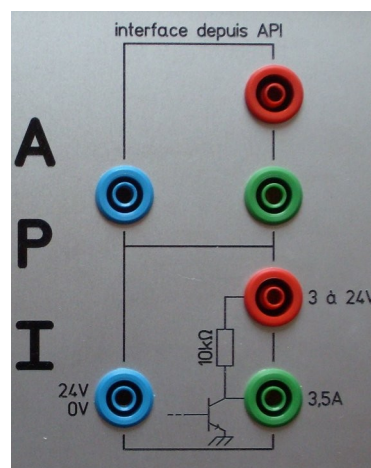

Figure 5 – Interface depuis l'API.
- Pour une interface depuis l'API vers l'extérieur (figure 5), on utilisera la partie droite. La sortie de l'adaptateur se fait *via* un collecteur ouvert ; on peut donc directement attaquer un relais ou un petit moteur (bornes vertes), ou bien imposer un niveau de tirage (bornes rouges) si l'on veut obtenir une tension quelconque.